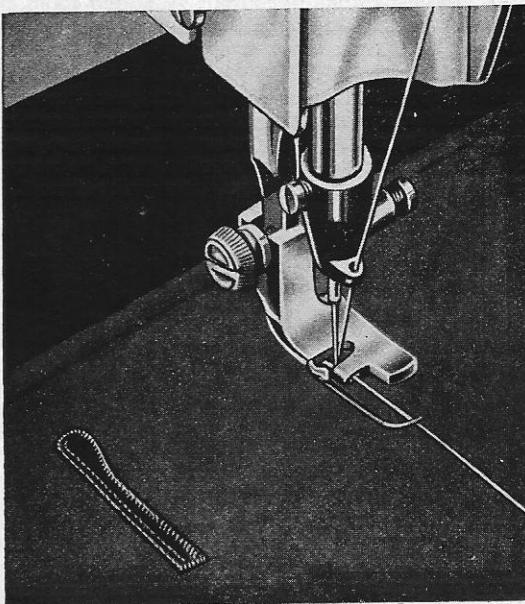
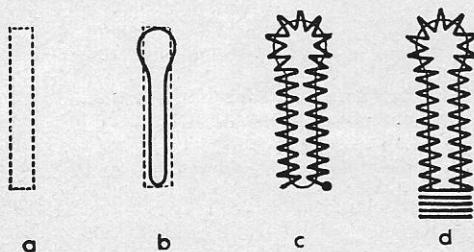

рис. 71
рис. 72
- Обшивка намеченной петли левым строчечным стежком при нормальном натяжении (рис. 72а).
- Вырезка петли с закрепками (рис. 72б) щипцами.
устанавливается упорный винт «H», потом регулируется ручка «F» на ширину закрепки 4 мм., и ввинчивается упорный винт «J». Надо заправить вкладной шнур в направление швейной лапки (рис. 71) и шить вдоль края вырезанной петли левым упором и зигзагным стежком 1½ мм. (рис. 72с).